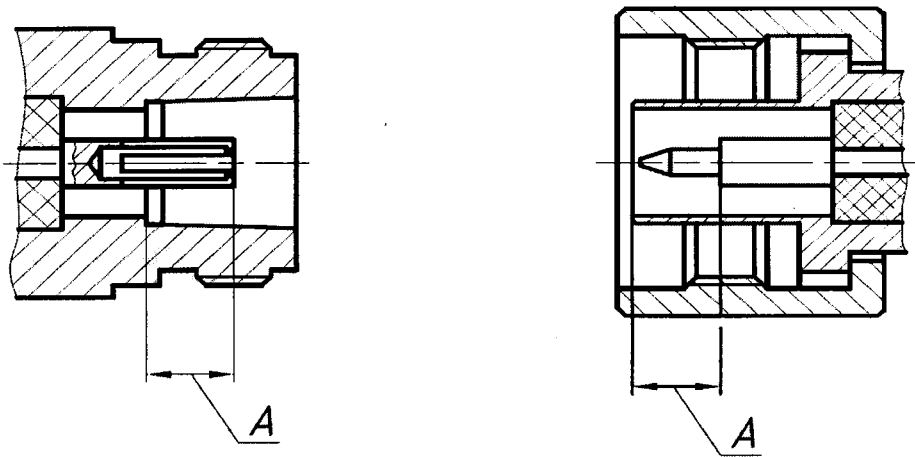

Рисунок 1 – Соединители тип N (75 Ом) «розетка» и «вилка»
7.2.2 Проверке подлежит присоединительный размер «А» (рисунок 1) соединителей портов 1 и 2 АЦВ, кабеля СВЧ и всех мер и переходов из набора калибровочных мер, входящих в состав поверяемого АЦВ.